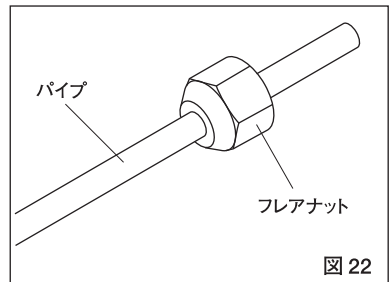

図 22
(1) パイプクランプ
- ① パイプと同じサイズのフレアナットをパイプに通してください。(図22)